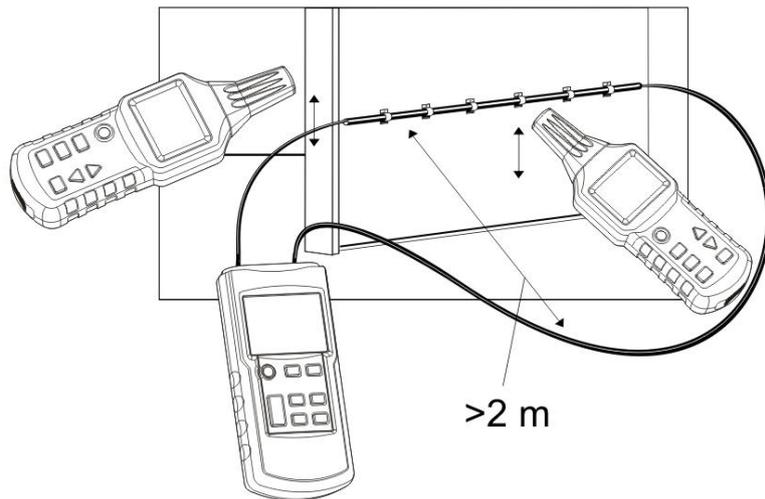

图 3-2-4
在双极应用中如果采用多芯线电缆中的芯线做回线 (如 NYM $3 \times 1.5\text{mm}^2$), 则探测深度会受到很大的限制。其原因是, 由于馈线和回线相邻很近, 由此造成磁场的严重失真。在狭窄部位不能够建立足够强的磁场。如果采用单独的回线, 则这个问题就会很容易地得到解决。单独的导体使得磁场可以更强地扩散。回线可以是任意导线或线缆盘。重要的是馈线和回线之间的距离要大于埋设深度。在实际工作中往往是 2 米或更大。如图 3-2-4。
- ✓ 按照图 3-2-4 所示连接发射机;